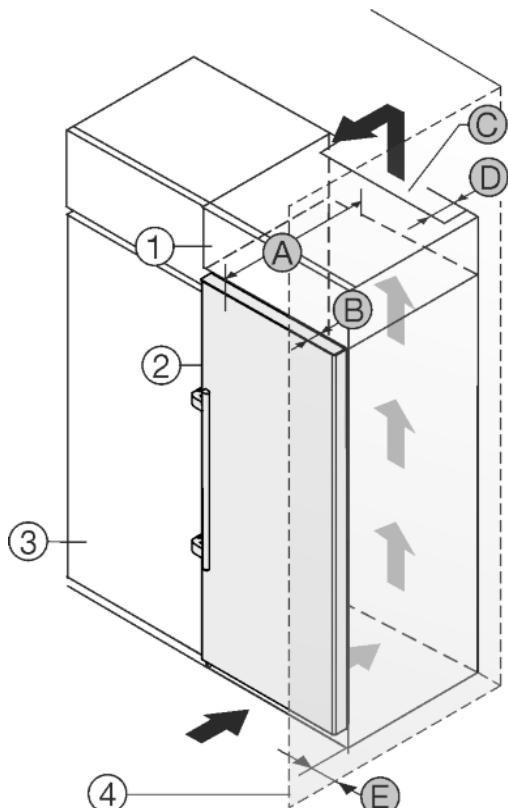

Fig. 30
Уредът може да е обграден с кухненски шкафове. За да изравните височината на уреда Fig. 30 (2) с височината на вградената кухня, над уреда може да се постави шкаф-пристройка Fig. 30 (1).
Уредът да се постави непосредствено до кухненски шкаф Fig. 30 (3). За да могат вратите да се отварят изцяло, уредът трябва да е издаден с дълбочина Fig. 30 (B) спрямо лицето на кухненския шкаф. В зависимост от дълбочината на кухненските шкафове и използването на детайли за отстояние от стената, уредът може да излезе още по-напред.
- От задната страна на шкафа-пристройка трябва да има вентилационен отвор с дълбочина Fig. 30 (D) по цялата ширина на шкафа-пристройка.
- Под тавана на помещението трябва да се спази сечението за вентилация Fig. 30 (C).
Когато уредът се поставя с пантите до стена Fig. 30 (4), трябва да бъде спазено разстоянието Fig. 30 (E) между уред и стената. Това отговаря на разстоянието, с което дръжките стърчат при отворена врата.